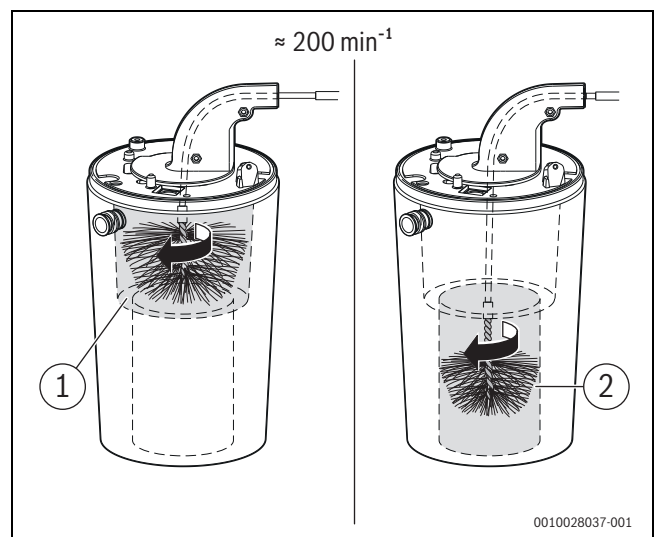

Bild 65 Wärmeblock reinigen (ca. 200 min^{-1} , nur Rechtslauf)
- Mit kleiner Bürste für den unteren Bereich wiederholen (→ Bild 65, [2]).